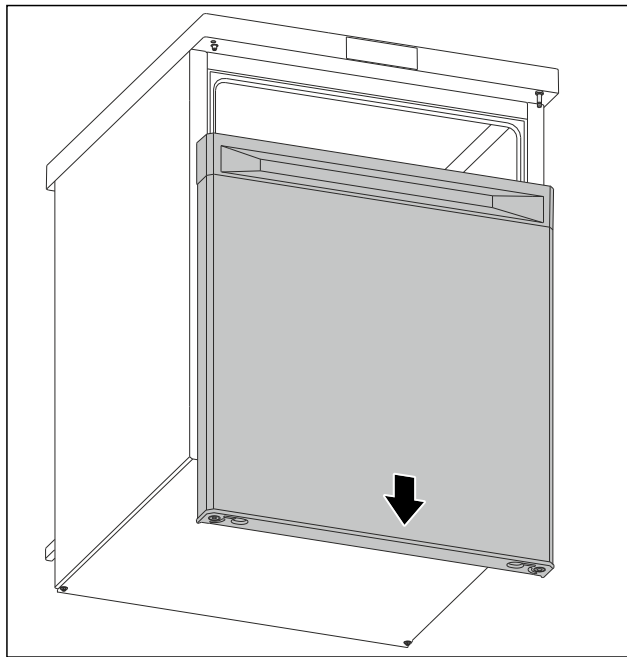

Fig. 6
- Vegye le lefelé az ajtót. (lásd Fig. 6)